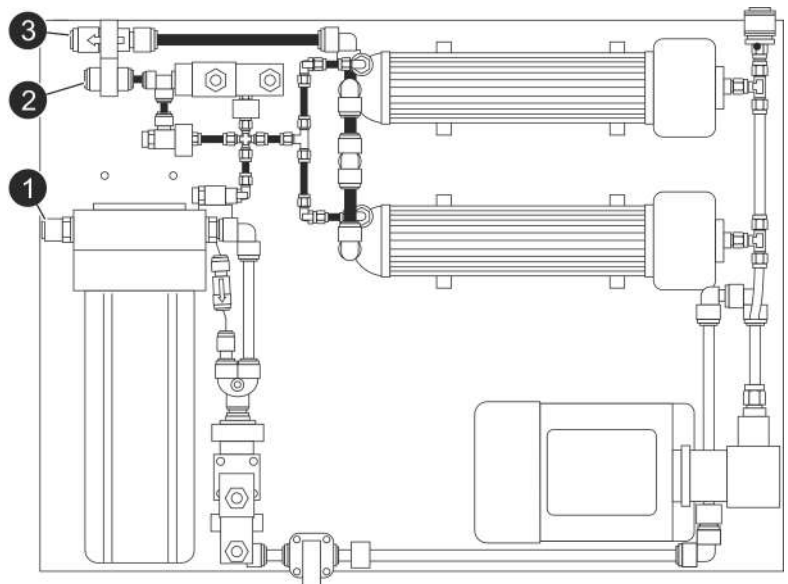

Fig. 71: Sistema de ósmosis inversa de 25 hasta 225 l/h, Aqua-Care
- Conexión: G1/2" IG, en el sitio (AquaCare Fig. 71/1)
- Conexión: Enchufe de 10 mm (AquaCare Fig. 71/2)
- Conexión: Enchufe de 10 mm (AquaCare Fig. 71/3)